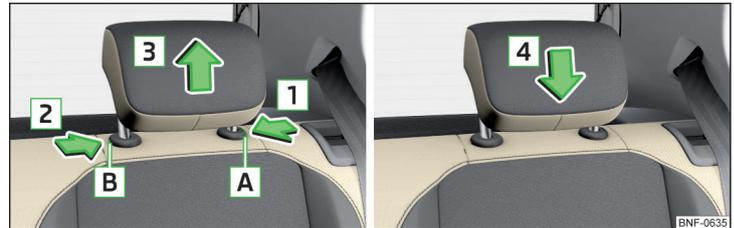

Fig. 56 Extraer / introducir el reposacabezas
- Mantener la tecla de seguridad **A** en el sentido de la flecha **1**, al mismo tiempo presionar con la llave del vehículo la tecla de seguridad en la apertura **B** en el sentido de la flecha **2** y retirar el reposacabezas en el sentido de la flecha **3** » fig. 56.